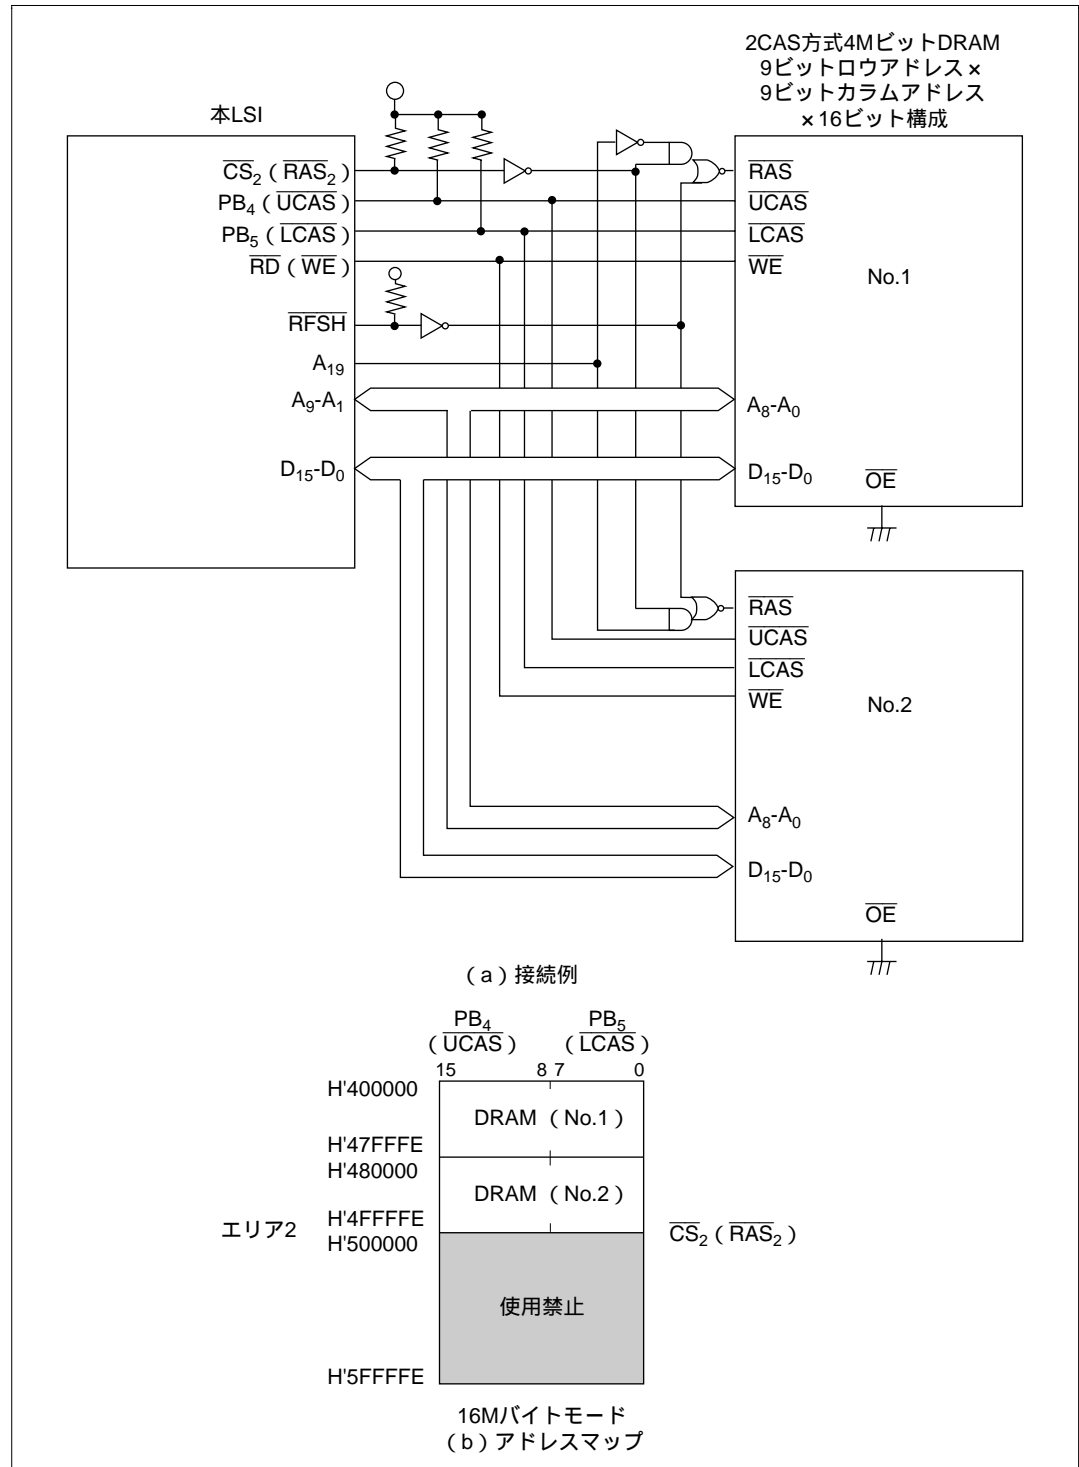

図 6.33 × 16 ビット構成 (2CAS 方式) の 4M ビット DRAM の接続例とアドレスマップ
(3) 図 6.33 に 4M ビット DRAM を 2 個使用する場合の接続例とそのアドレスマップを示します。9 ビットロウアドレス × 9 ビットカラムアドレスのタイプのものを使用しています。本例では上位アドレスをデコードすることにより、複数の DRAM を一つのエリアに接続しています。この場合、すべての DRAM を同時にリフレッシュするため、 $\overline{\text{RFSH}}$  端子を使用します。